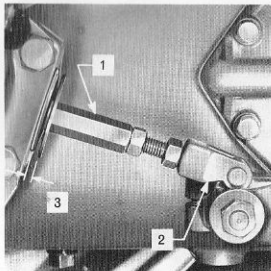

Fig. 82 Justering av fotbromsen
1. Med pedalerna i friläge lossas den högra pedalanslutningens låsmutter, fig. 82, varefter anslutningen justeras in så att brickan kommer 3 mm från packboxen i bakaxelhuset. Drag sedan till låsmuttern.
5. Provkör traktorn efter justeringen. Om det visar sig att någon av bromsarna tar hårdare än den andra, skall lekarens låsmutter lossas och anslutningen, fig. 82, vridas för erhållande av längdökning tills full balans uppstår.